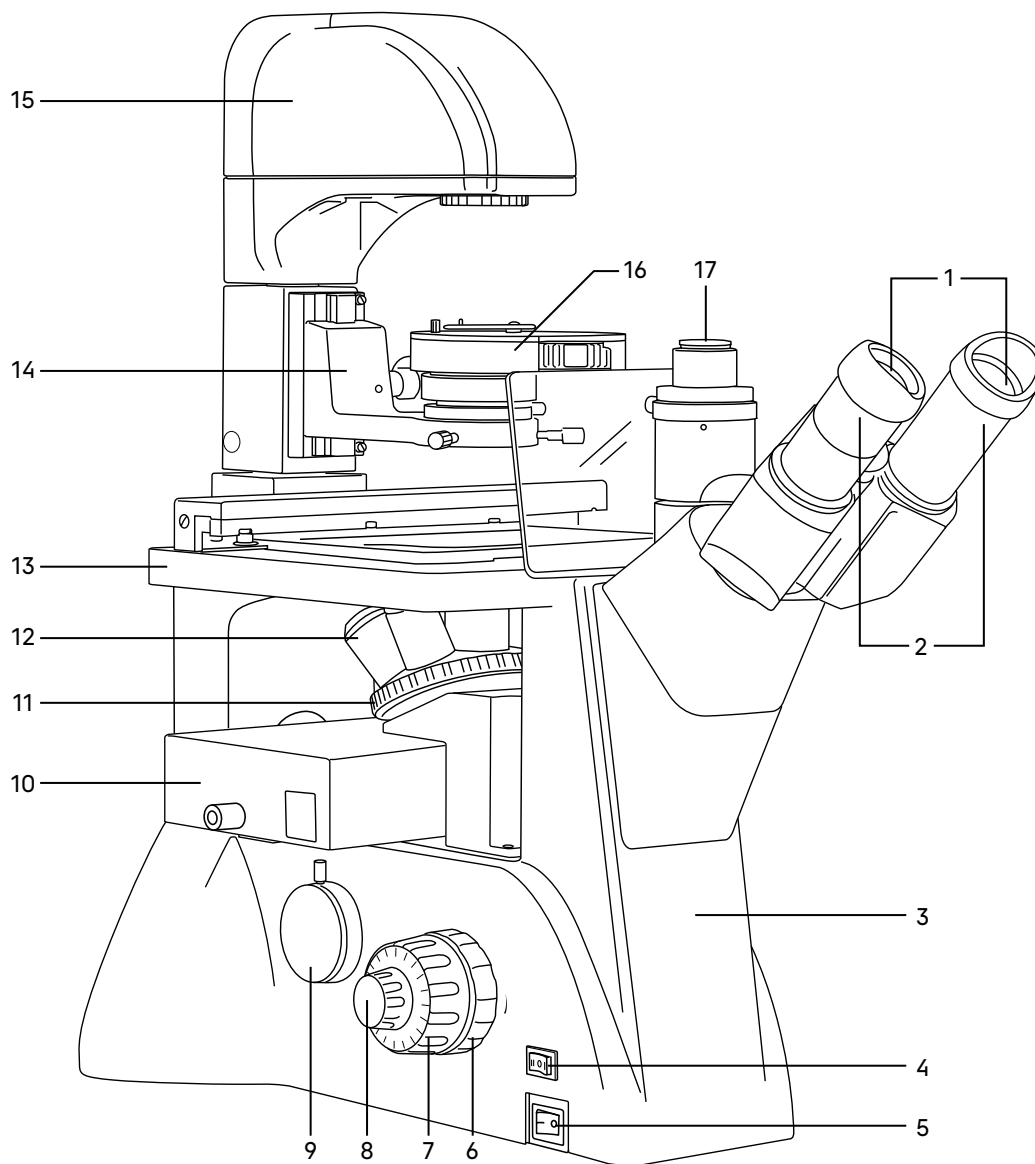
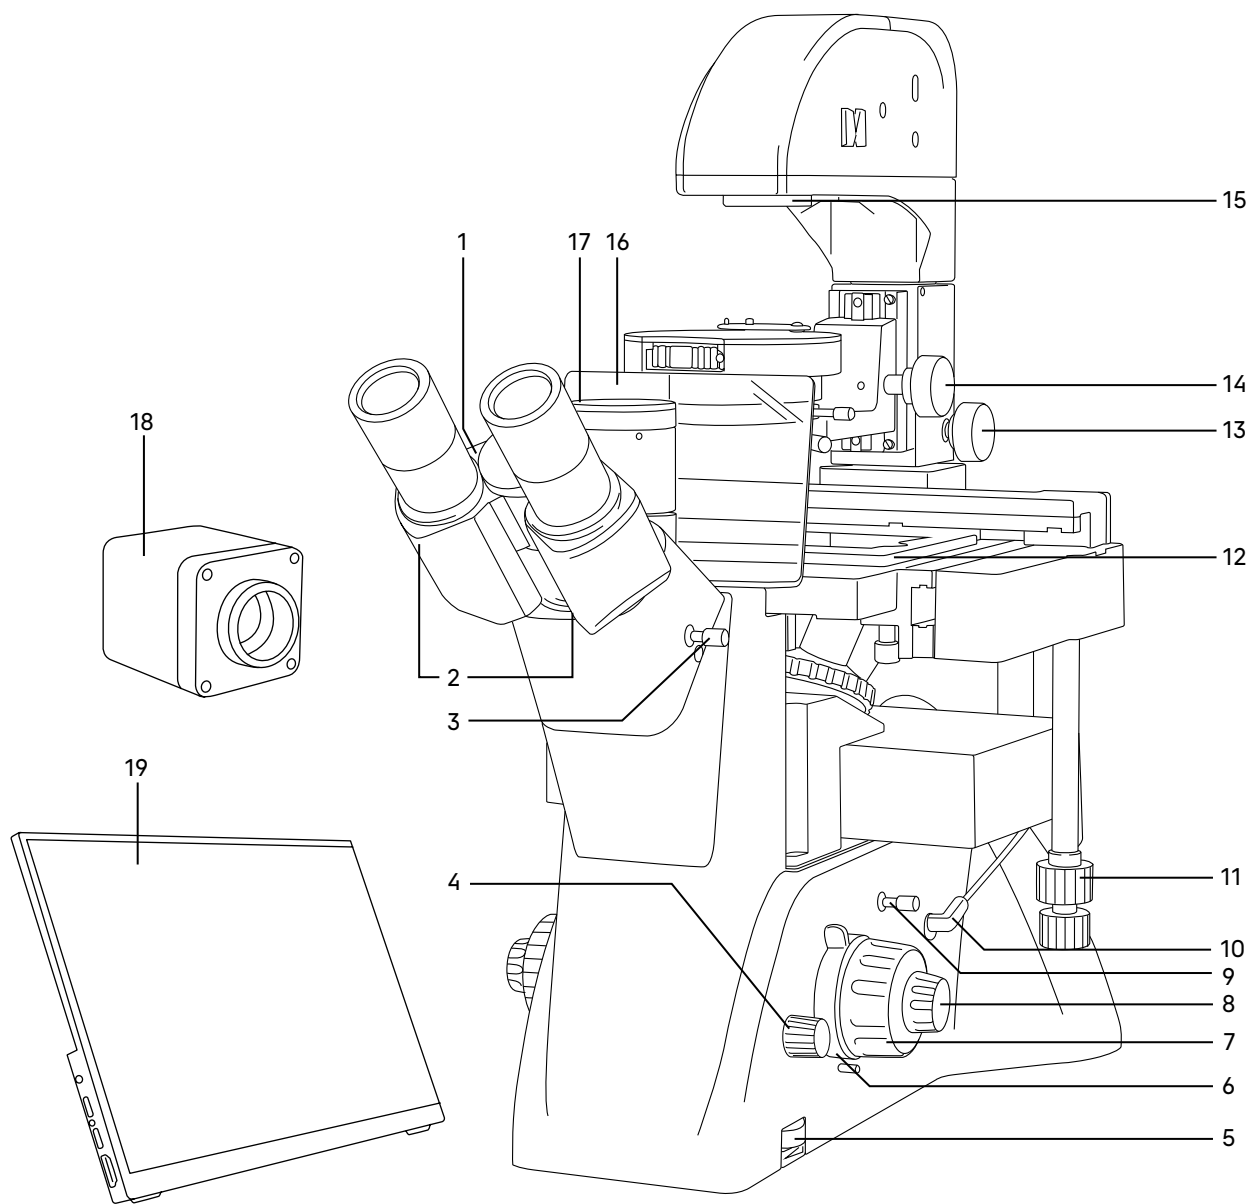

Рис. 1. Микроскоп MAGUS Lum VD500L LCD. Вид слева
Рис. 2. Микроскоп MAGUS Lum VD500L LCD. Вид справа
Общий вид микроскопа представлен на рис. 1 и 2.
На штативе 3 (рис. 1) микроскопа закреплены:
- револьвер 11 (рис. 1) с объективами;
- предметный столик 13 (рис. 1);
- кронштейн конденсора 14 (рис. 1);
- осветитель 15 (рис. 1);
- визуальная насадка 2 (рис. 2).
На левой боковой поверхности штатива расположен выключатель 5 (рис. 1) сетевого напряжения. В положении «–» включается, а в положении «0» выключается сетевое напряжение.
Переключатель 4 (рис. 1) служит для переключения освещения проходящего или отраженного света. Положение переключателя «I» – включен осветитель отраженного света (люминесцентный осветитель), «II» – включен осветитель проходящего света. В положении «0» выключается сетевое напряжение.
На правой боковой поверхности штатива расположен диск 5 (рис. 2) для регулировки напряжения питания источника света. Ручка 4 (рис. 2) служит для регулировки цветовой температуры.
На левой боковой поверхности штатива расположен канал визуализации 9 (рис. 1) для установки камеры. Микроскоп укомплектован адаптером C-mount, который устанавливается в этот канал и закрепляется в нем винтом. На адаптер устанавливается камера. Камера служит для вывода изображения на экран компьютера или монитор/телевизор.
Внутри штатива установлены люминесцентные блоки 10 (рис. 1).
Фокусировка на объект осуществляется перемещением по высоте револьверного устройства с объективами. Грубая фокусировка производится вращением коаксиальных рукояток 7 (рис. 1, 2), расположенных по обеим сторонам штатива.
Тонкая фокусировка производится вращением рукояток 8 (рис. 1, 2), расположенных по обеим сторонам штатива. Тонкая фокусировка требуется для более точного фокусирования на объект и для подфокусировки микроскопа на резкость изображения при смене объективов и препаратов.
Механизм регулировки жесткости хода грубой фокусировки 6 (рис. 1) – кольцо между штативом и рукояткой грубой фокусировки с левой стороны. С помощью кольца регулируется жесткость хода грубой фокусировки так, чтобы жесткость была комфортной для пользователя, но при этом револьвер с объективами не опускался самопроизвольно во время работы.
Рукоятка блокировки грубой фокусировки 6 (рис. 2) расположена с правой стороны. После завершения грубой фокусировки рекомендуется перевести рычаг в крайнее положение в направлении по часовой стрелке. Таким образом закрепится положение грубой фокусировки для быстрой рефокусировки после смены препарата.
Тринокулярная визуальная насадка обеспечивает визуальное наблюдение изображения объекта. Насадка закреплена на штативе 3 (рис. 1). В гнездо насадки устанавливается блок окулярных тубусов и закрепляется винтом. При установке повернуть тубусы 2 (рис. 2) вверх или вниз для удобства наблюдения в зависимости от роста пользователя.
Изменение межзрачкового расстояния в насадке осуществляется разворотом окулярных тубусов 2 (рис. 2) в пределах 48–75 мм. Значение расстояния, установленного в соответствии с глазной базой наблюдателя, отсчитывается по шкале 1 (рис. 2) на насадке.
В вертикальный тубус 17 (рис. 2) корпуса визуальной насадки (канал визуализации) с помощью переходника C-mount 17 (рис. 1) устанавливается система визуализации с монитором. Переключение светового потока на вертикальный тубус производится рукояткой 3 (рис. 2). Рукоятка имеет два положения: 100/0 и 50/50.
В комплект микроскопа входят окуляры 2 (рис. 1). Окуляры имеют высокое положение выходного зрачка и предназначены для работы как в очках, так и без них.
Револьверное устройство 11 (рис. 1) обеспечивает установку шести объективов. Смена объективов производится вращением револьверного устройства за конусную рифленую поверхность до фиксированного положения.
Объективы 12 (рис. 1) рассчитаны на механическую длину тубуса «бесконечность». Парфокальная высота объективов составляет 45 мм, линейное поле зрения в плоскости изображения – 22 мм. Объективы длиннофокусные, рассчитаны на посуду с толщиной дна 1,2 мм.
Осветитель 15 (рис. 1) неподвижно закреплен на штативе микроскопа. Источник света – светодиод 5 Вт отъюстирован на заводе-изготовителе относительно оптической оси и линзы коллектора. В осветителе закреплен коллектор с полевой диафрагмой 15 (рис. 2), которая регулируется в зависимости от увеличения объектива, введенного в оптическую ось.
Важная часть осветительной системы – конденсорное устройство. Кронштейн конденсора 14 (рис. 1) закреплен на штативе. Перемещение осуществляется ручкой 14 (рис. 2). В кронштейн установлено конденсорное устройство 16 (рис. 1). Тип крепления «под винт». Конденсор может быть использован для наблюдения по методу светлого поля и фазового контраста. Во вращающемся диске находятся кольцевые диафрагмы для работы с фазовыми объективами 10x, 20x, 40x и свободное отверстие для пропускания всего пучка света. Смена кольцевых диафрагм производится вращением диска за накатанную часть до фиксации. В окне кожуха конденсора появляется цифра, соответствующая увеличению применяемого фазового объектива, цифра «0» соответствует свободному отверстию. Под вращающимся диском расположена ирисовая диафрагма, которая позволяет настроить определенную апертуру для работы с объективами светлого поля. Для достижения большей контрастности можно воспользоваться светофильтрами, входящими в комплект микроскопа. Светофильтры устанавливаются в откидную оправу конденсора.
При работе с высокой посудой конденсорное устройство можно вывести из оптической оси. Ручка 13 (рис. 2) служит для фиксации устройства.
Предметный столик 13 (рис. 1) закреплен неподвижно на штативе. К столику прикреплено устройство, которое обеспечивает перемещение объекта в двух взаимно перпендикулярных направлениях. Перемещение осуществляется с помощью рукояток 11 (рис. 2), расположенных на одной оси.